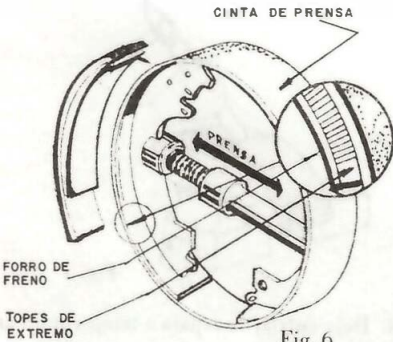

Fig. 6
- e. Instale la prensa al conjunto zapata-forro de freno y coloque topes en los extremos para evitar deformaciones (fig. 6).